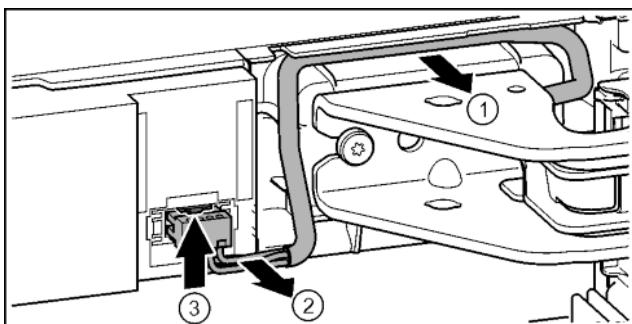

Fig. 23
- Обережно від'єднайте кабель над опорним кронштейном від направляючої. Fig. 23 (1)
- Обережно витягніть жили кабелю із каналу. Fig. 23 (2)
- Притисніть з'єднувальну накладку догори та обережно витягніть штекер. Fig. 23 (3)